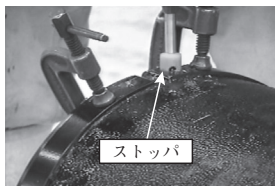

図61 下穴加工
- ④専用のストップ付ドリルの下穴の深さが7～7.5mmであることを確認し、切管用挿し口リングのガイド穴に合わせて、所定の深さの下穴を加工する（図61参照）。このとき、下穴は管の中心に向かってまっすぐ加工する。加工終了後は下穴から切屑を除去する。